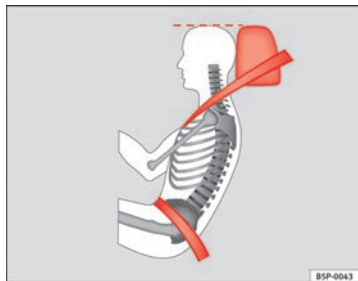

Abb. 14 Richtiger Gurtbandverlauf und richtige Kopfstützeinstellung von der Seite betrachtet
- Das Beckengurtteil des Sicherheitsgurtes muss vor dem Becken verlaufen und niemals über dem Bauch. Dabei muss der Gurt flach und fest am Becken anliegen ⇒ Abb. 14. Ziehen Sie das Gurtband gegebenenfalls etwas nach.